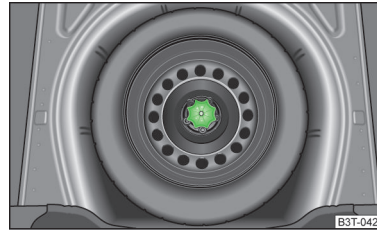

Abb. 173
Das Rad befindet sich in einer Mulde unter dem Bodenbelag im Gepäckraum und ist mit einer Spezialmutter befestigt » Abb. 173.
- › Die Mutter » Abb. 173 entgegen dem Uhrzeigersinn herausschrauben.
- › Die Mutter » Abb. 173 im Uhrzeigersinn einschrauben, bis das Rad sicher befestigt ist.